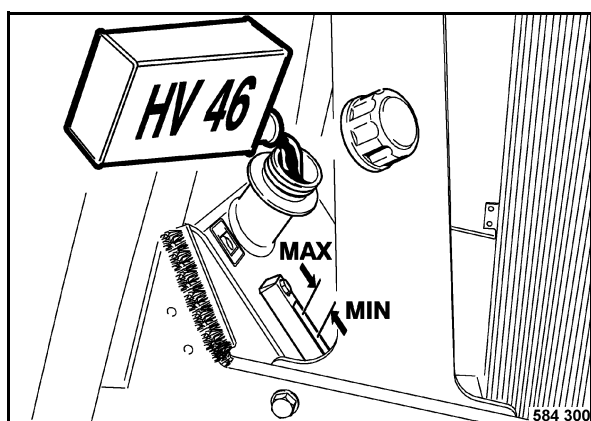

Fig. 125
- Comprobar el nivel del aceite por en cristal de observación (Fig. 125) en el depósito hidráulico.